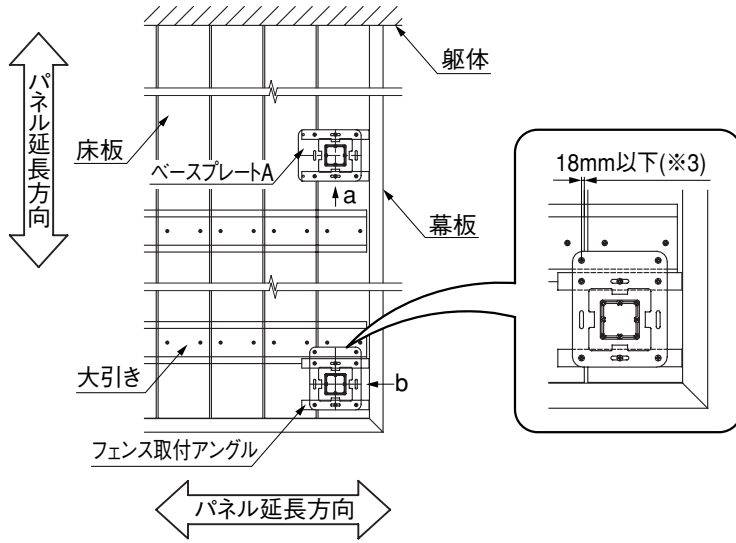

図3-1
(図3-1、3-2、3-3、参照)
- 図3-1は、フェンスを躯体に向かってデッキの右端に設置する場合を示しています。左端に設置するときは、左右反転しますので注意してください。